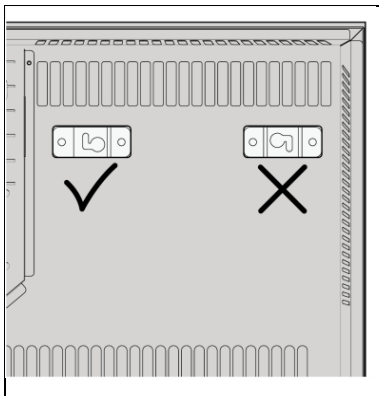

Figure 9
7. Avant d'installer les supports sur l'Alutherm Sani, vérifiez bien l'orientation (figure 9).